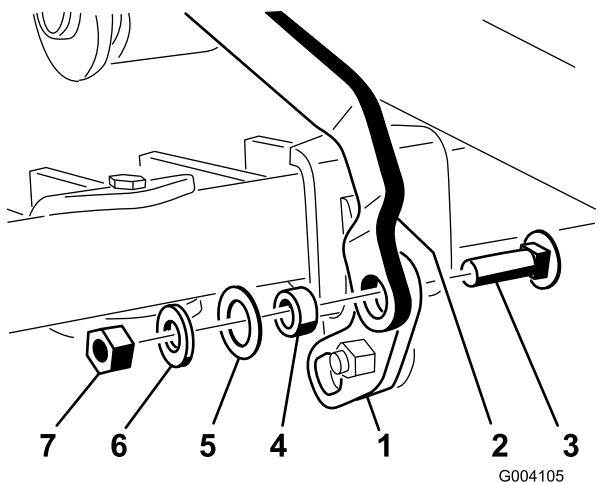

図 15
5. 昇降ペダル・アセンブリの「ひざ」を上向きに曲げた状態で、ピボット・タブの四角い穴をツール・バーのリンクの端部に入れ、キャリッジ・ボルト ((3/8 x 1-1/4 インチ))、スペーサ ((3/8 インチ))、ワッシャ (1 in)、ワッシャ (13/16 in) およびロックナット (3/8 in) で取り付ける（図 15）。